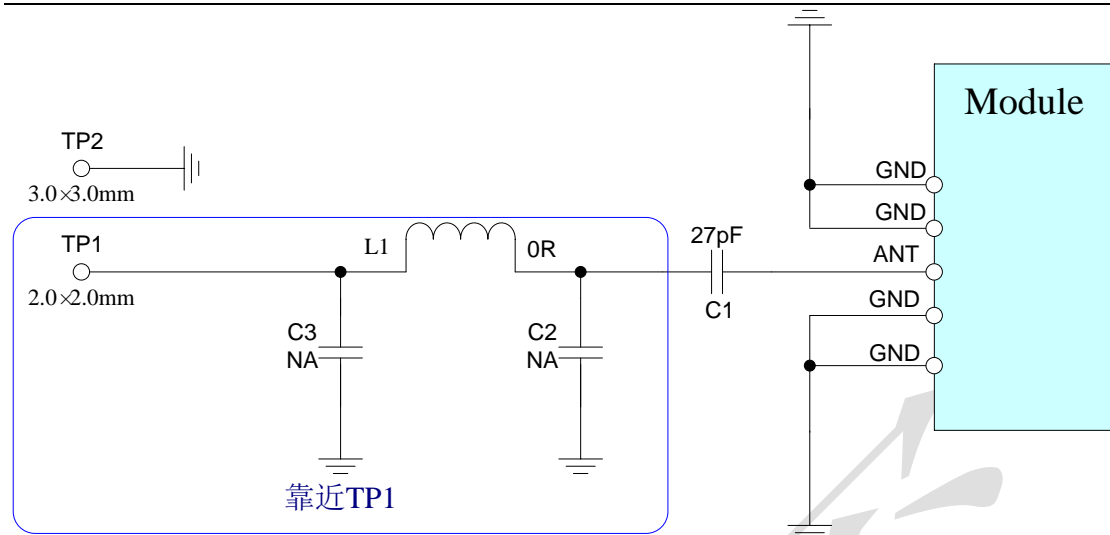

图 13: C1100 系列无线模块外接焊接式天线参考设计图
- 4) 对于 GNSS 有源天线, 图 13 中的 C1 更换为 0Ω 电阻。